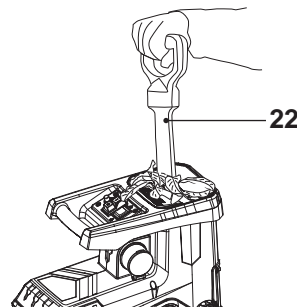

Fig. 12
3. Se necessário, insira o êmbolo (22) no funil de alimentação (2), empurrando o material para a lâmina de corte (Fig. 12).